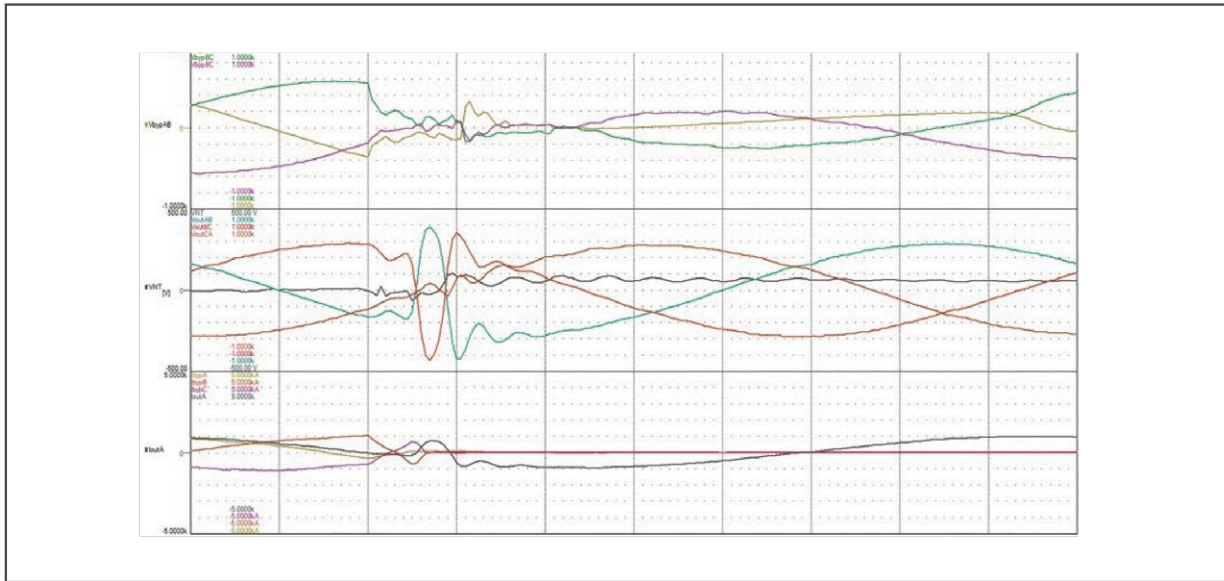

Figura 6: De cima para baixo: tensões de entrada de bypass, tensões de saída do inversor; correntes de bypass e de saída. Tempo 2ms/div.
A Figura 6 ilustra como o Trinergy Control lida com um curto circuito a upstream com o modo de alta eficiência (VI) ativado. Quando operando no modo VI, o curto circuito força a tensão de entrada do bypass para zero. Assim que a entrada de bypass sai dos limites de tolerância, o controle do UPS muda para o modo VFI ao mesmo tempo em que enviam um sinal para que os SCRs do bypass sejam desligados. O tempo de transferência resultante é ao redor de 2 milissegundos, consideravelmente mais baixo que o tempo de transferência da geração anterior do produto que era de até 10 milissegundos.